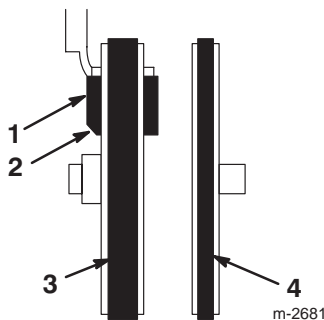

Figure 33
17. Vérifiez que le patin de frein est monté correctement sur le bras de frein. Positionnez le pan coupé du patin de la manière indiquée dans la Figure 33.
13. Vérifiez que le patin de frein est monté correctement sur le bras de frein. Positionnez le pan coupé du patin de la manière indiquée dans la Figure 33.